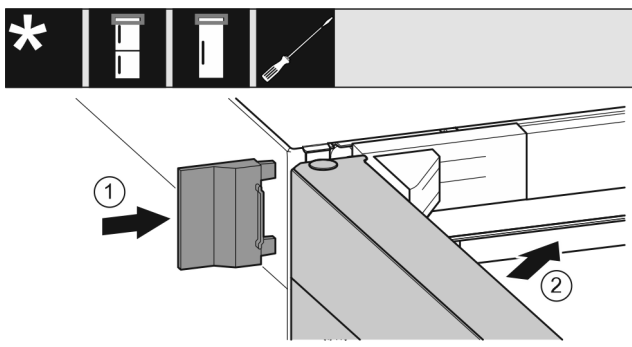

Fig. 23
- Vnější kryt Fig. 23 (1) nasuňte.
- Zavřete horní dveře Fig. 23 (2).